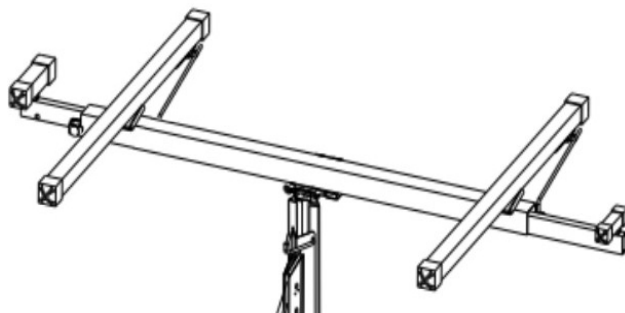

Bild 28
- När båda tvärarmarna är fästa i vaggan ska den slutliga monteringen se ut som i Fig. 28.